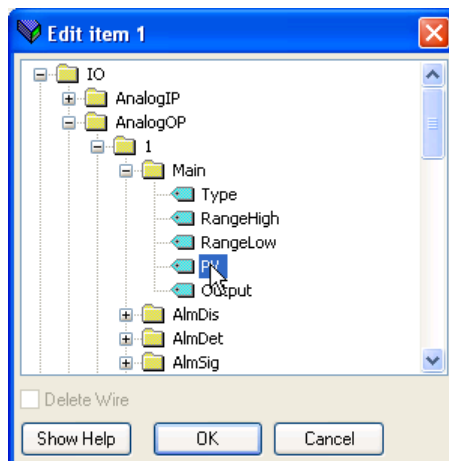

Figura 7.8.1b Finestra di navigazione del parametro
4. Comparirà una finestra di navigazione del parametro (Figura 7.8.1b) per la fila selezionata (1 nella figura), consentendo all'utente di selezionare un parametro.